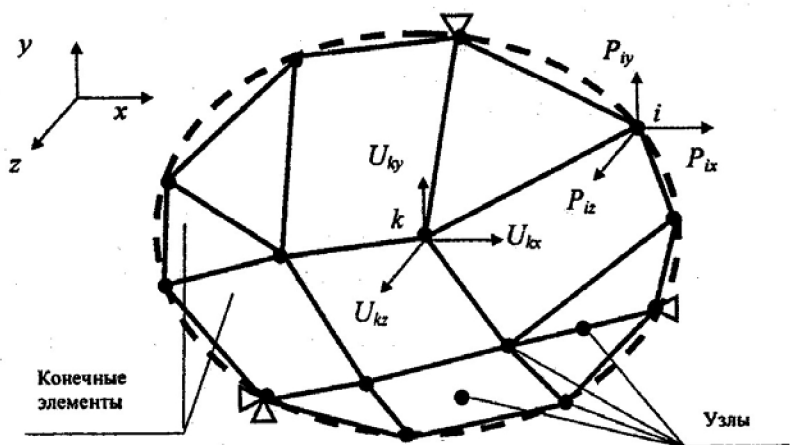

Рис. 1.1. Конечно-элементная модель
1. Нагруженное тело (конструкция) разбивается на конечные элементы (рис. 1.1). Конечные элементы могут иметь различную форму. В результате разбивки создается сетка из границ элементов. Пересечения этих границ образуют узлы. На границах и внутри элементов могут быть созданы дополнительные узловые точки. Ансамбль из всех конечных элементов и узлов называется конечно-элементной моделью. Дискретная модель должна максимально полно покрывать область исследуемого объекта с учетом его особенностей.